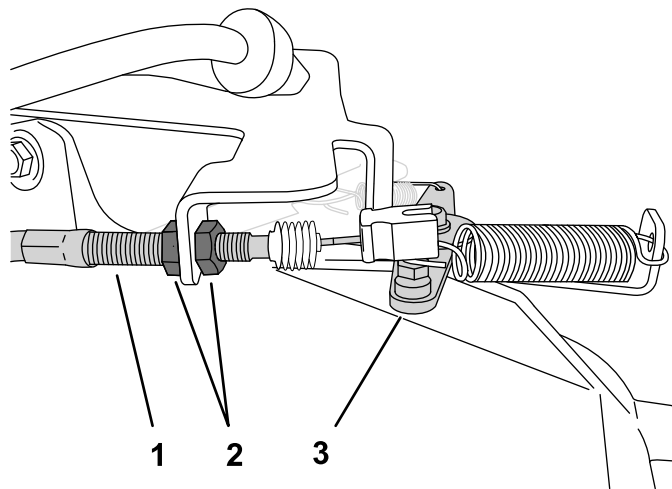

Figura 13
- A. No compartimento do cabo do acelerador, desaperte a porca de retenção dianteira e aperte a porta de retenção traseira para aumentar o ralenti baixo Figura 13